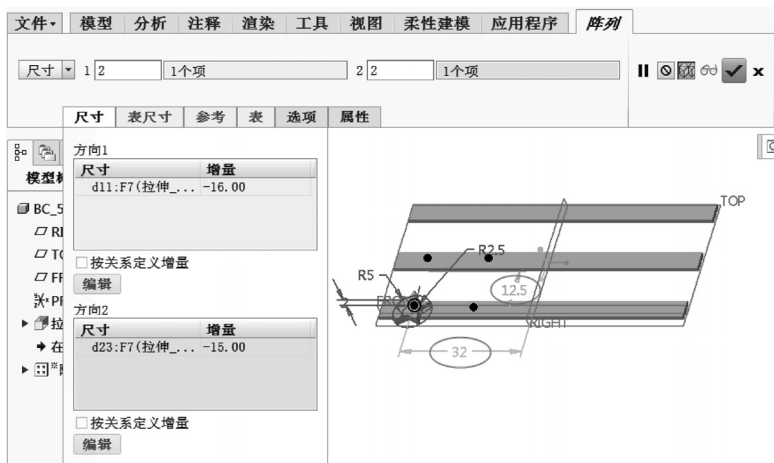

图 5-53 设置双向尺寸阵列
5) 打开“尺寸”面板。在模型窗口中单击所选特征显示数值为“32”的距离尺寸，然后将其“增量”设置为“-16”；接着在“尺寸”面板中单击“方向 2”收集器，将其激活，然后在模型窗口中单击数值为“12.5”的距离尺寸，然后设置其“增量”为“-15”，如图 5-53 所示。